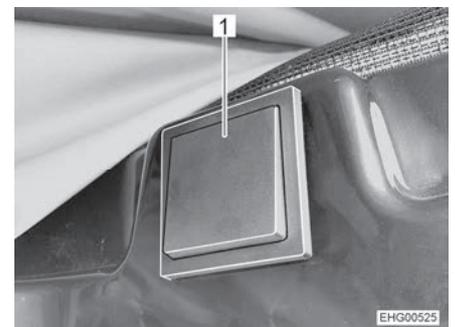

Fig. 58 Pulsador para el desbloqueo eléctrico
El pulsador para el desbloqueo eléctrico (Fig. 58) se encuentra en el lado derecho, en la zona encima de la puerta corredera.
- Pulsar el pulsador (Fig. 58,1) al menos 2 segundos.